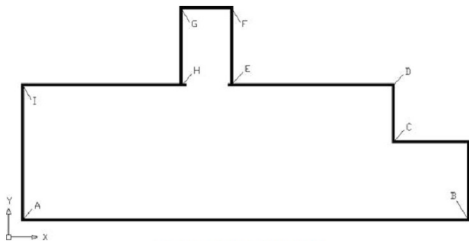
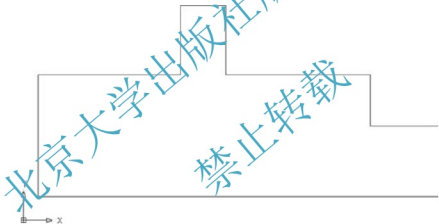

图 6.31 调整视图为俯视图
图 6.32 绘制屋面的轮廓
- (1) 改变当前层：创建【屋面】图层并将其设为当前层，然后将【柱】、【门窗框】、【玻璃】、【勒脚】、【墙】和【轴线】图层关闭。
- (2) 执行菜单栏中的【视图】|【三维视图】|【俯视】命令，将视图调整为俯视图状态，结果如图 6.31 所示。
- (1) 启动【多段线】命令（快捷键 PL）。
- (2) 在指定起点：提示下，捕捉图 6.31 所示的 A 点作为多段线的起点。
- (3) 在指定下一个点或 [圆弧(A)/半宽(H)/长度(L)/放弃(U)/宽度(W)]: 提示下，输入“W”。
- (4) 在指定起点宽度<80.0000>: 提示下，输入“0”。
- (5) 在指定端点宽度<0.0000>: 提示下，输入“0”。
- (6) 在指定下一点或 [圆弧(A)/闭合(C)/半宽(H)/长度(L)/放弃(U)/宽度(W)]: 提示下，依次捕捉图 6.31 中的 B、C、D、E、F、G、H 和 J 点。
- (7) 在指定下一点或 [圆弧(A)/闭合(C)/半宽(H)/长度(L)/放弃(U)/宽度(W)]: 提示下，输入“C”后按 Enter 键。
- (8) 将【墙】图层关闭，结果如图 6.32 所示。